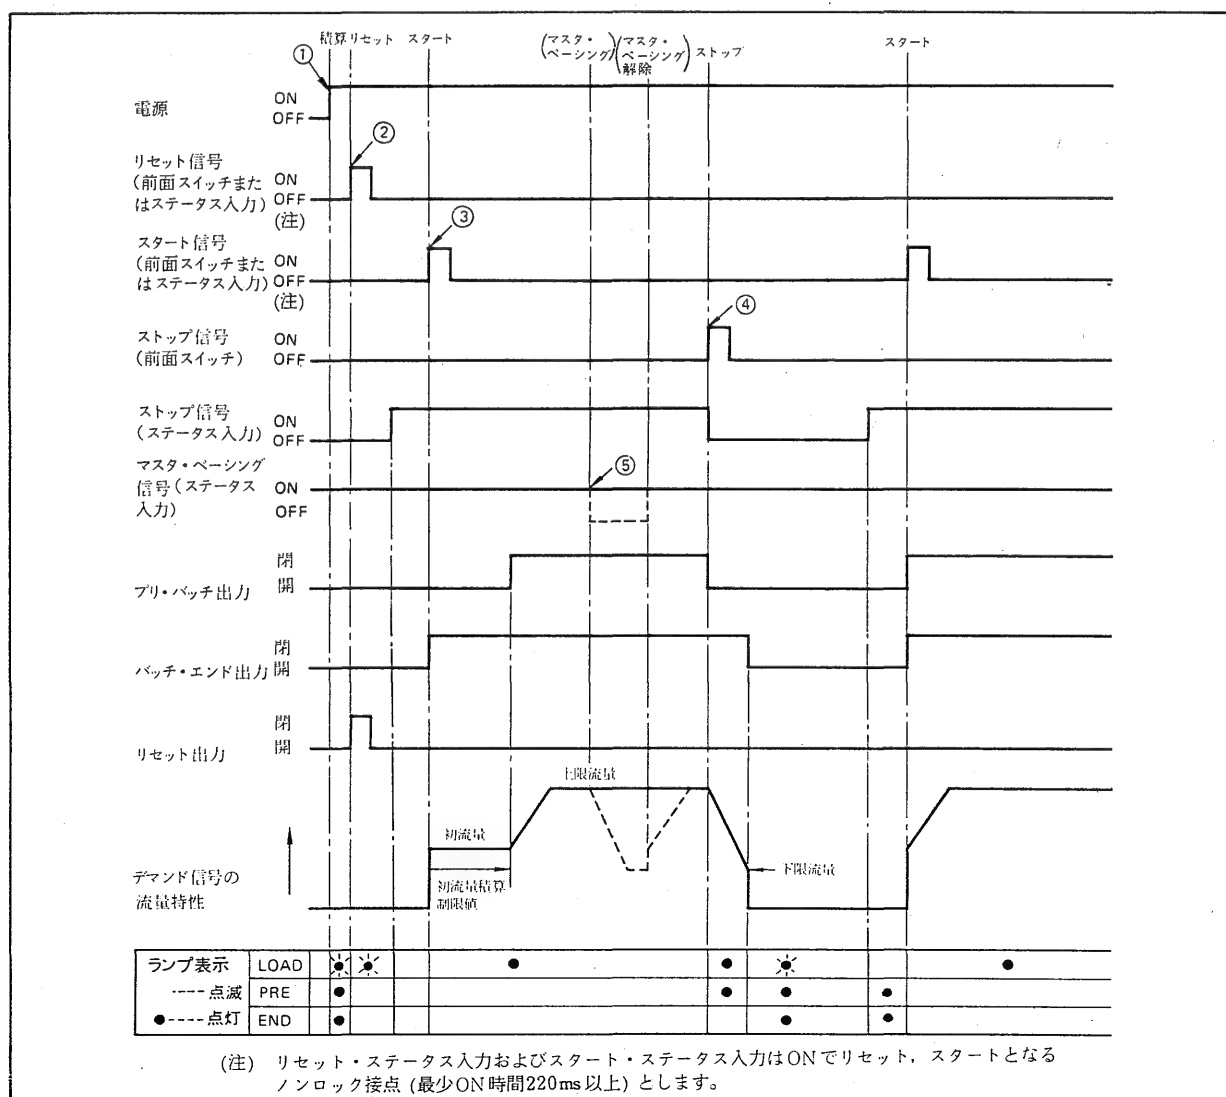

図 5.4.3 定流量設定器のシーケンスおよび流量特性
5.4.2 定流量設定器のスタートアップ(図 5.4.3 参照)
デマンド信号は、シーケンスに従い上限流量まで上昇します。運転開始後のデマンド信号の変化については図 5.4.3 をご参照ください。